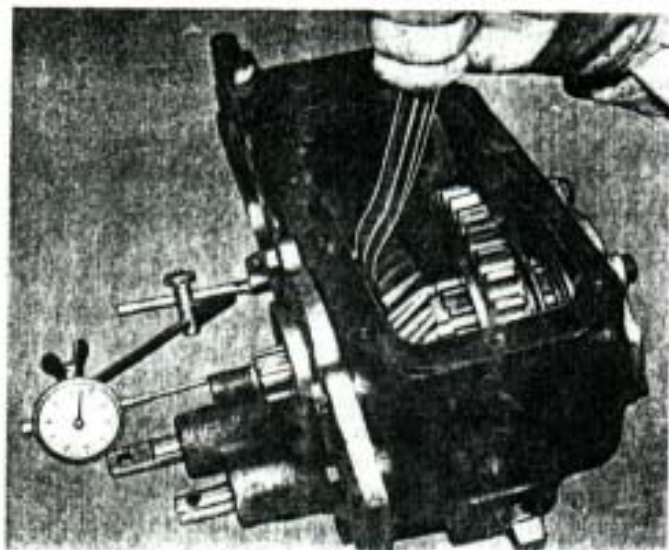

Fig. 304. - Midiendo el juego axial del eje de salida delantero.
8) Colocar un comparador a reloj como se muestra en la Fig. 304 y haciendo palanca, tomar el juego axial que deberá ser 0,025 a 0,076 mm (.001"-.003").